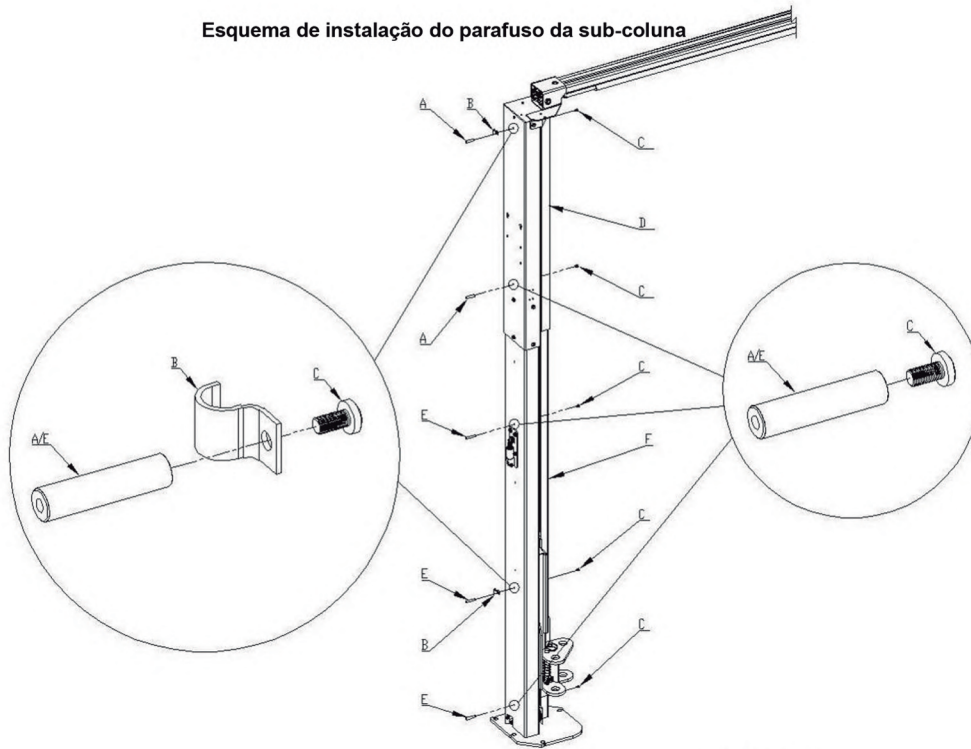

Figura 29
7.3.5 Instalação de parafuso, abraçadeira de mangueira unilateral e mangueira de óleo (Figura 29, 30, 31, 32, 33)